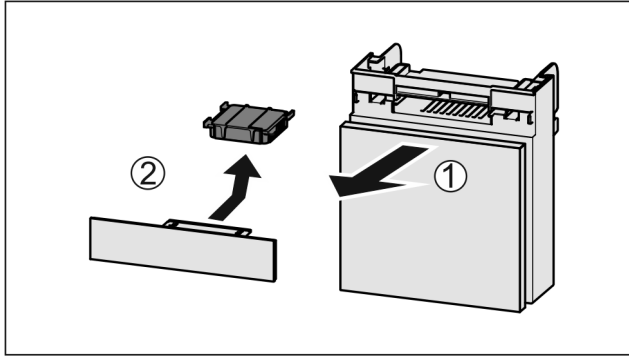

Fig. 35
- ▶ Retire el compartimento hacia delante Fig. 35 (1).
- ▶ Retire el filtro de carbón activo Fig. 35 (2).